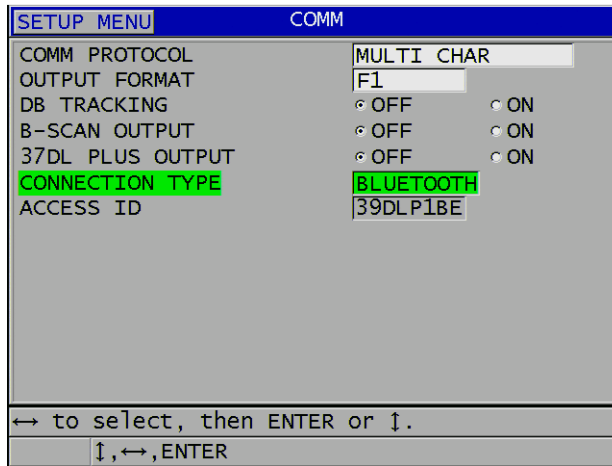

Figura 14-4 Configurar o Bluetooth
4. Na tela **COMM** (COMUNICAÇÃO), defina o **CONNECTION TYPE** (TIPO DE CONEXÃO) como **BLUETOOTH** (consulte Figura 14-4 na página 281).